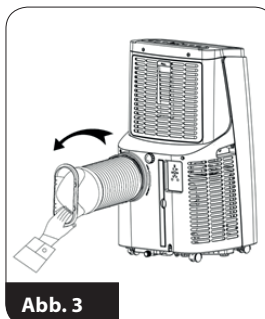

Abb. 3
4. Setzen Sie den Montagering (19) zusammen mit dem angezeigten Rohr (18) in den Luftaustritt (15) ein und drehen Sie den Ring vorsichtig gegen den Uhrzeigersinn (Abb. 3).